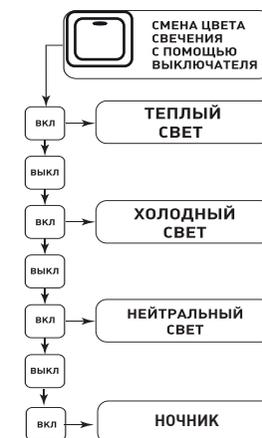

Рис. 1.
2.1. Снимите крышку шара (Рис.1)
2.2. Закрепите плафоны на шаре-монтажной части корпуса с помощью гаек (Рис.1)
2.4. Закрепите крышку монтажного шара с помощью декоративного шарика (Рис.1)